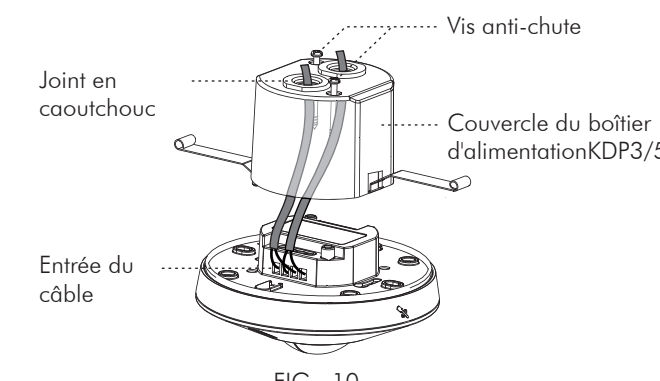

FIG. 10
- 3.4.2.2 Utilisez un tournevis pour briser le joint en caoutchouc présent sur le KDP3/5, et faites-y passer les câbles (Voir FIG.10).